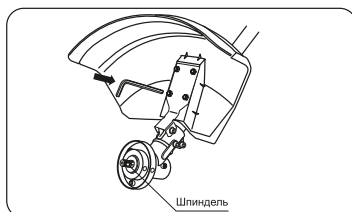

Рис.4
- Закрепите защитный кожух на планке винтами с шайбами с помощью ключа (Рис.4).